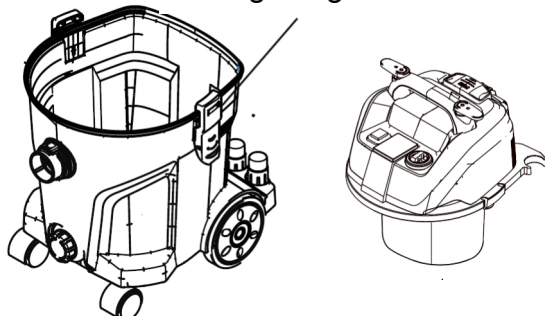

Abb. 18: Tankbehälter entleeren
Schritt 1: Um den Staub/Schmutz aus dem Behälter zu entleeren, den Verriegelungsmechanismus öffnen und den oberen Gehäuseteil (Aufsatz) abnehmen (Abb. 18).